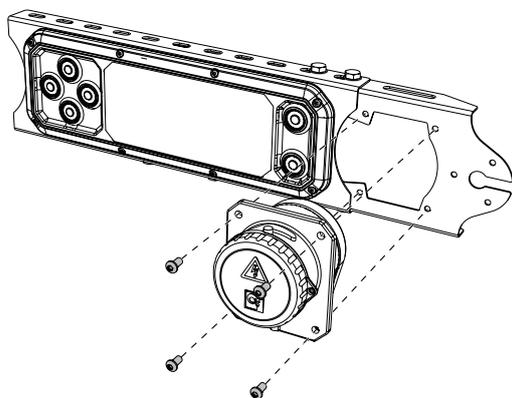
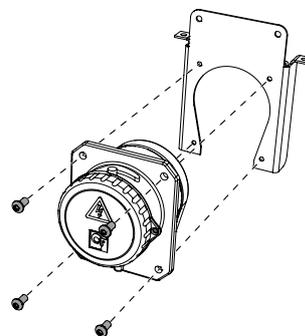

Abb.64. Montage des Hauptschalters an der Bedienvorrichtung CD 19
Abb.65. Montage des Hauptschalters an der Universalhalterung
1. Montieren Sie den Hauptschalter an der Halterung neben der Bedienvorrichtung CD 19 bzw. an einer gut geschützten Stelle mit Universalhalterung, siehe Abb.64 und Abb.65.